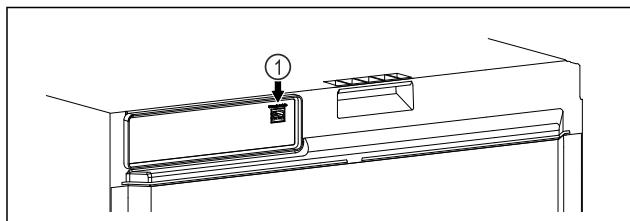

Fig. 110
- ☐ SmartModule Fig. 110 (1) se rabi.